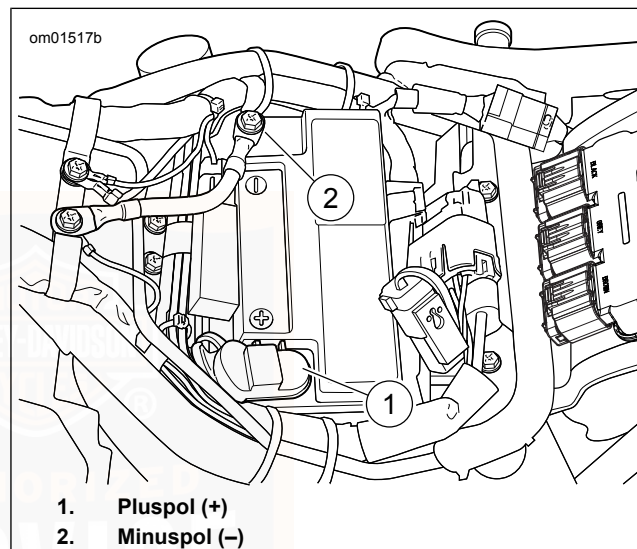

Abbildung 73. Batterie: Softail-Modelle
4. Siehe Abbildung 73. Die Batterie einbauen. Das Befestigungsteil des Batteriepluspols auf folgendes Drehmoment anziehen: 6,8–8,1 N·m (60–72 in-lbs).
5. Das Batterieminuskabel an der Batterierahmenmasse (1) anschließen, bevor andere Nebenverbraucher-Massekabel angeschlossen werden.
6. Das Batterieminuskabel (2) an die Batterie anschließen. Das Befestigungsteil des Minuspols der Batterie auf folgendes Drehmoment anziehen: 6,8–8,1 N·m (60–72 in-lbs).